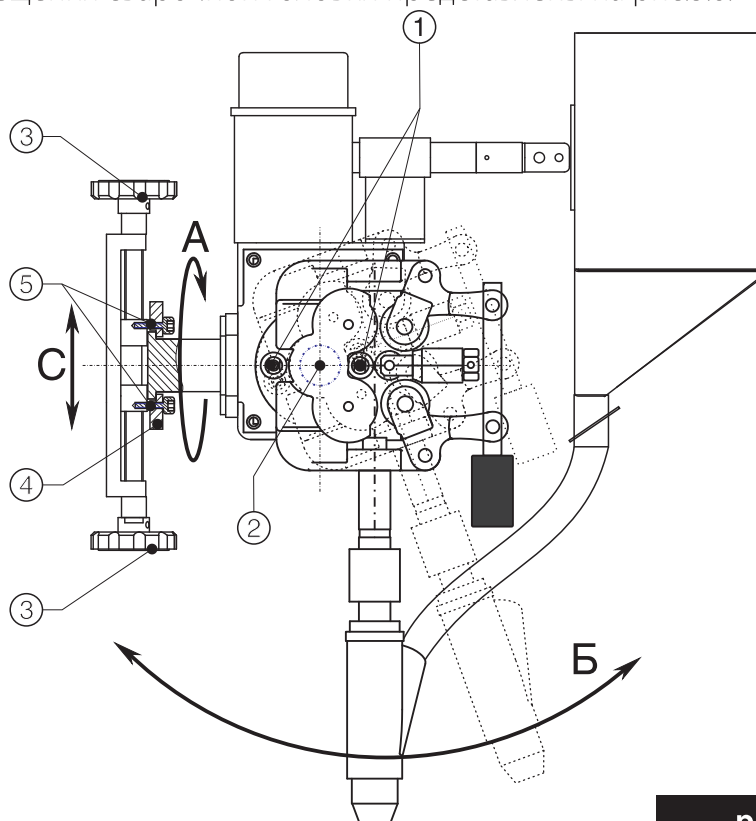

рис.3.8
Устройства перемещения сварочной головки представлены на рис.3.8.
Для поворота сварочной головки вокруг горизонтальной оси (траектория А рис.3.8.) требуется:
- ослабить болты крепления головки п.5 рис.3.8,
Для поворота сварочной головки вперед (траектория Б рис.3.8.) требуется:
- ослабить гайки крепления накладки редуктора п.1 рис.3.8,
- повернуть сварочную головку на нужный угол вперед или назад вокруг оси ведущей шестерни привода п.2 рис.3.8, (диапазон поворота ± 45 град.)
Для дополнительного подъема-опускания сварочной головки (траектория С рис.3.8.) используются рукояти п.3 рис.3.8 (диапазон подъема 100мм).